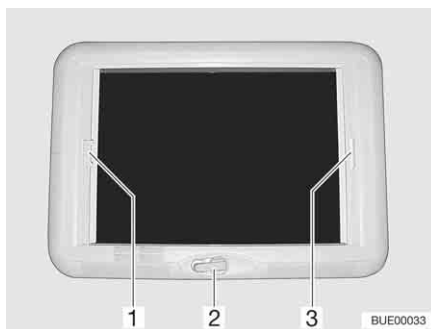

Fig. 50 Oblò a manovella
- Apertura:** ■ Ruotare la manovella (Fig. 50,2) fino a quando non si incontra resistenza.
- Chiusura:** ■ Tirare la tendina oscurante pieghevole per la maniglia (Fig. 50,3) fino alla posizione desiderata e rilasciare. La tendina oscurante pieghevole rimane in questa posizione.
- Tirare la zanzariera a rullo per la maniglia (Fig. 50,1) verso la maniglia contrapposta della tendina oscurante pieghevole (Fig. 50,3) e farla innestare.
- Premere la maniglia (Fig. 50,1) della zanzariera a rullo dietro, verso l'alto, e sganciare la zanzariera a rullo dalla tendina oscurante pieghevole (Fig. 50,3).